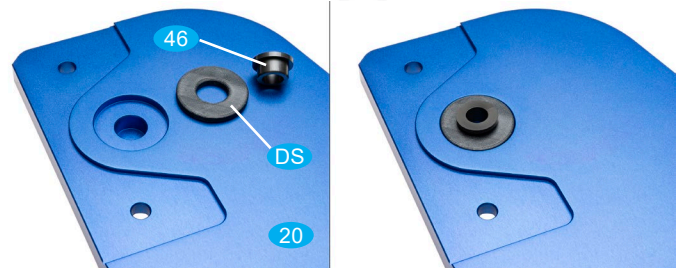

Bild 1a: Montage Gleitlager in rechter Portalwange
- Pressen Sie das Gleitlager **46** zusammen mit der Distanzscheibe **DS** in die Lagerbohrung der rechten Portalwange **20** (siehe Bild 1a).